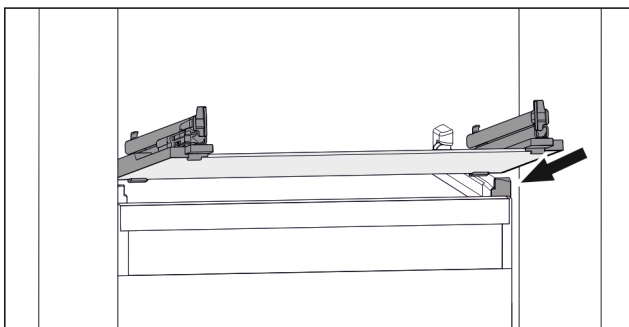

Fig. 75 Примерно изображение на стъклената плоча
- ▶ Поставете стъклената плоча под ъгъл зад ограничителите. (виж Fig. 75)